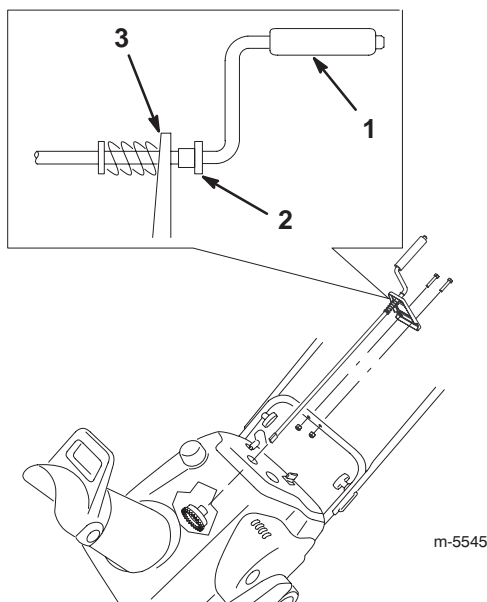

Figure 12
1. Insérez l'extrémité plate de la manivelle dans le trou du carénage tout en alignant le support de montage avec les trous de la partie inférieure du mancheron (Fig. 12).
2. Tournez lentement la manivelle jusqu'à ce que l'extrémité plate s'adapte à l'ouverture masquée de l'engrenage et que l'éjecteur tourne aussi (Fig. 12).
3. Vérifiez que la bague en plastique est complètement insérée dans le trou du support de montage. Si ce n'est pas le cas, faites-la glisser le long de la manivelle et dans le trou (Fig. 12).
4. Fixez le support de montage au mancheron à l'aide de deux boulons et contre-écrous (Fig. 12).